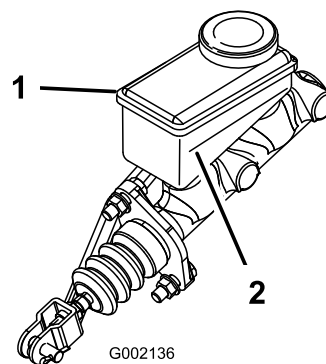

Figure 90
5. Observez le repère de niveau sur le côté du réservoir (Figure 90).
- B. Versez du liquide de frein DOT 3 dans le réservoir jusqu'à ce que le niveau dépasse le repère minimum (Figure 90).